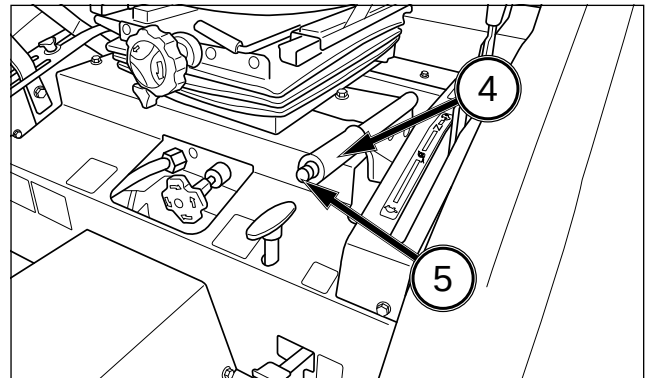

FIG. 43
FIG. 43 : Le frein de stationnement agit sur les roues arrière du tracteur. Pour serrer les freins de stationnement, relevez le levier de stationnement (4) pour bloquer les freins dans la position choisie.